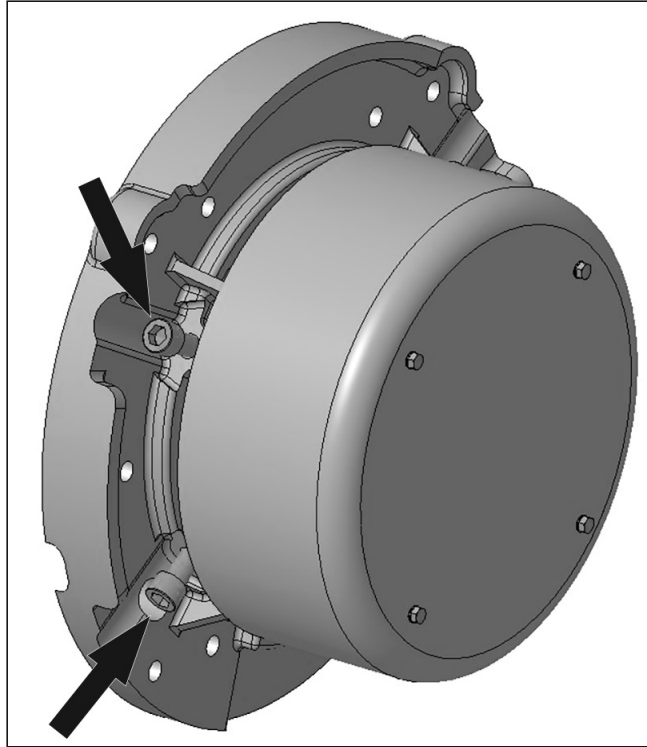

FIGURE 19. VIS DE SUPPORT DE TRANSIT DU ROTOR - INSTRUCTIONS DE DÉPOSE ET DE MONTAGE
4. Remplacez les vis du support de transit par les 4 vis d'obturation accompagnées et les serrer à 50 Nm. Se reporter à : Figure 19 à la page 32.
2. Localisez et déposez les 4 vis d'obturation sur le chapeau de palier de l'extrémité non motrice. Se reporter à : Figure 19 à la page 32.